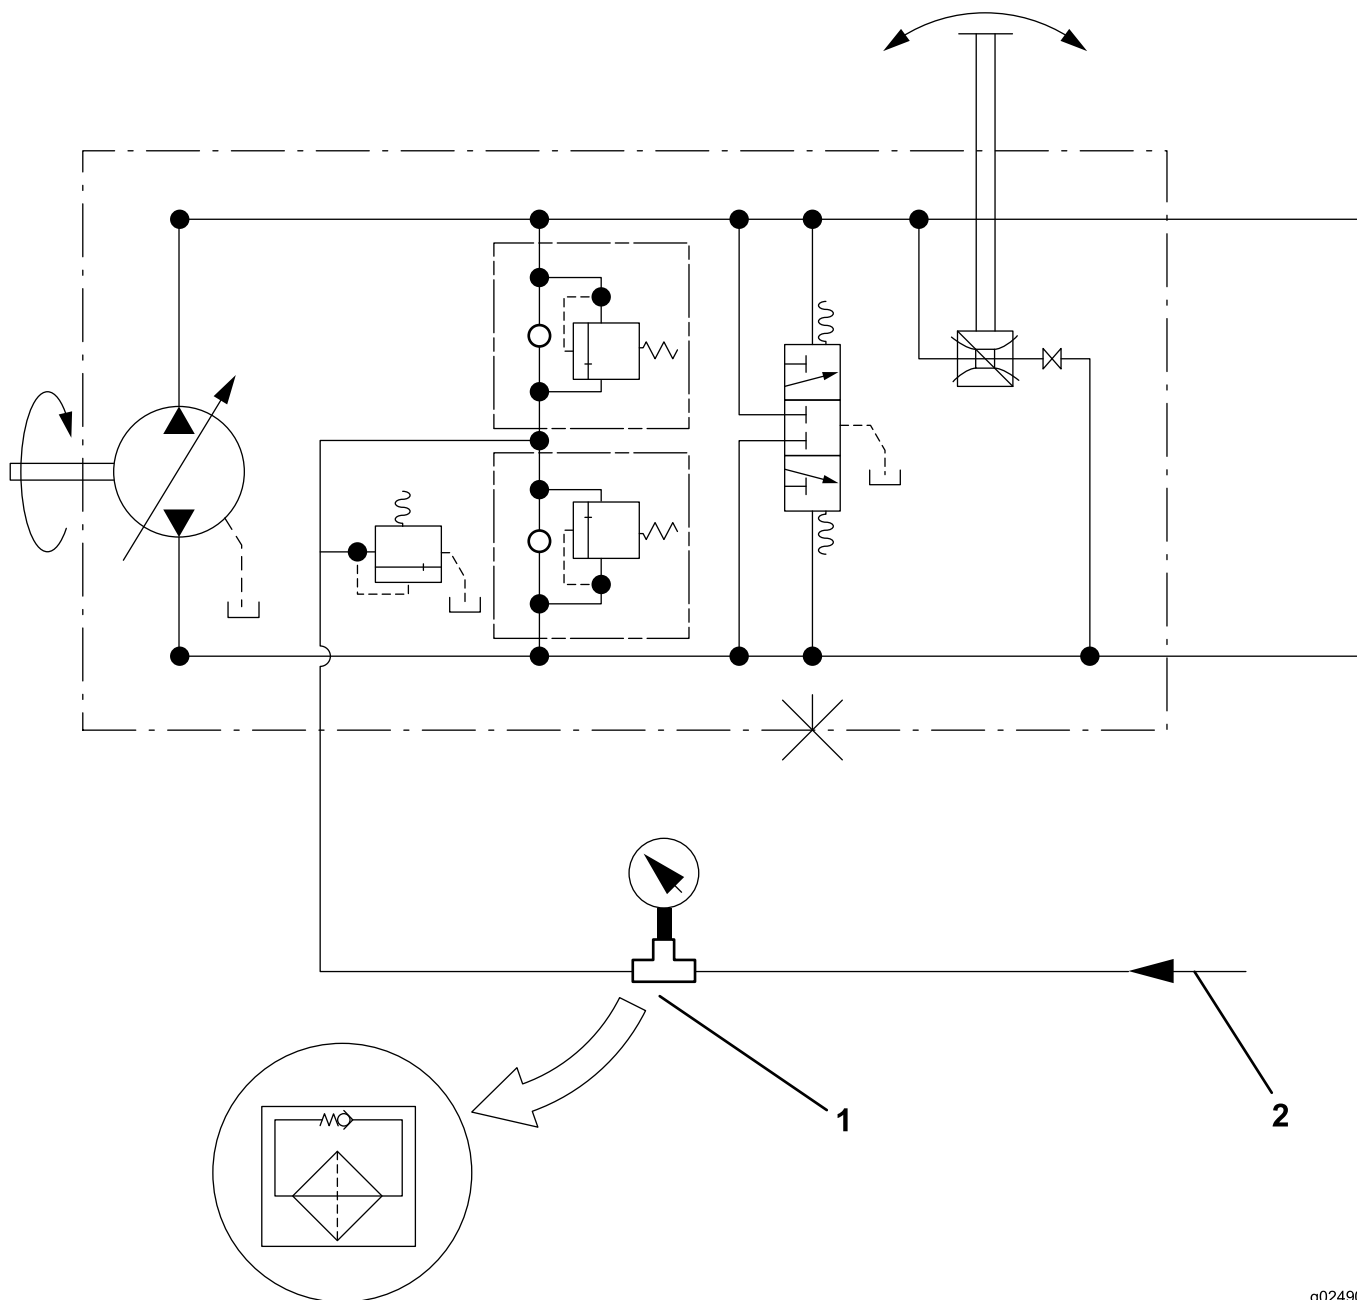

Figure 5
- Déposez la plus petite tête de filtre hydraulique de charge et montez un manomètre en ligne de 34,47 bar avec le tube d'alimentation de charge, comme montré à la Figure 5. Si le manomètre est intégré à un débitmètre, vérifiez que rien ne gêne le débitmètre avant d'effectuer les essais suivants.